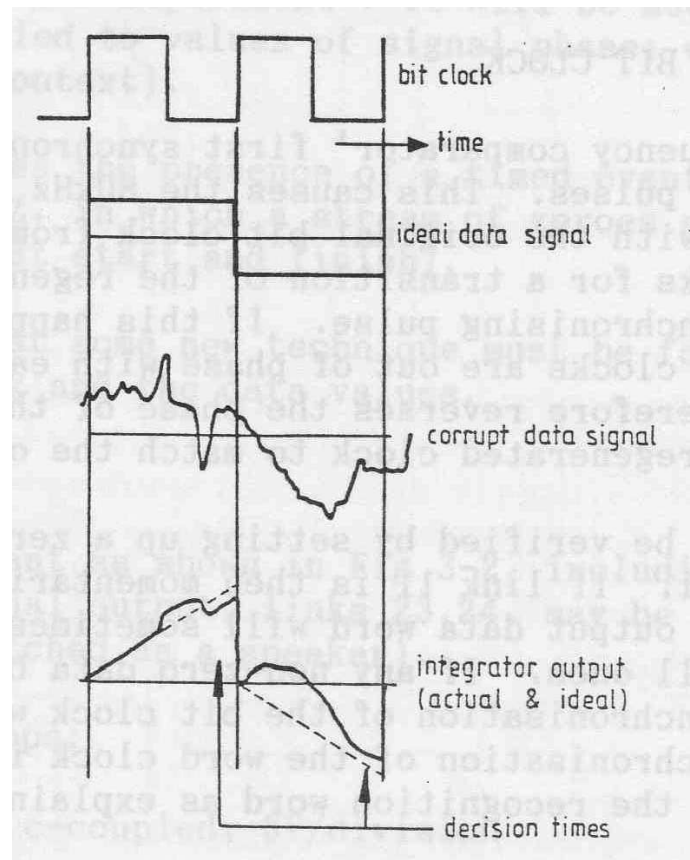

Figura 11: Princípio do *Integrate-and-Dump*
1. Mover o osciloscópio CH1 para a ligação 15. A forma de onda aqui é basicamente uma réplica dos dados originais na forma NRZ, mas com grandes picos sobrepostos. A técnica *integrate-and-dump* é útil para a recuperação de dados limpos de ondas com picos. O princípio é ilustrado na figura 11.